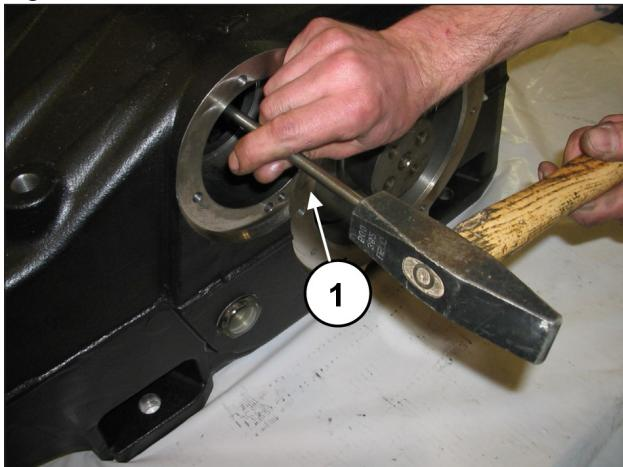
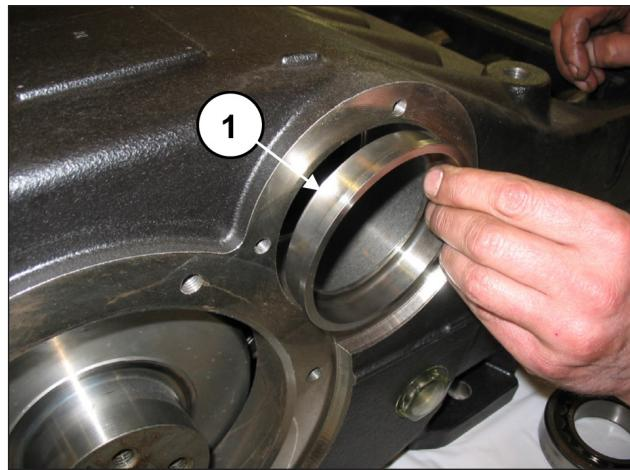
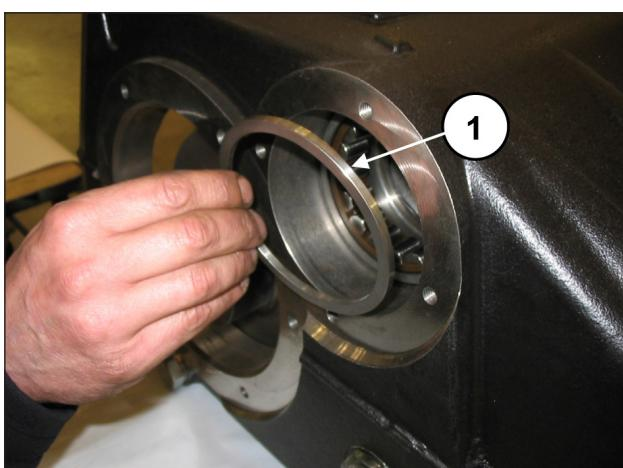

Abb. 34
Abb. 37
Abb. 36
Ziehen Sie mithilfe einer ausreichend langen Stange (Pos. ①, Abb. 34) und eines Schlagwerks die Lagerringe vom Pumpengehäuse (Pos. ①, Abb. 35), den Distanzring des Außenlagers (Pos. ①, Abb. 36) und die Schmierbuchse der Lager ab (Pos. ①, Abb. 37).